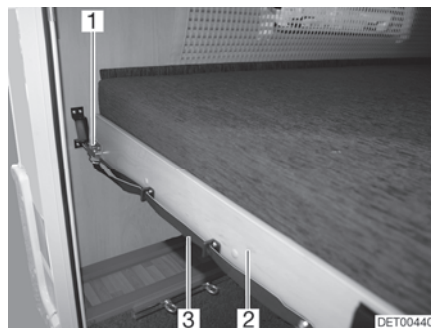

Fig. 64 Lit superposé (arrière)
- Tirer sur la boucle (Fig. 64,3) et désenclencher le verrou (Fig. 64,1).
- Tirer le sommier à lattes (Fig. 64,2) avec le matelas vers l'avant jusqu'à ce qu'il s'enclenche.